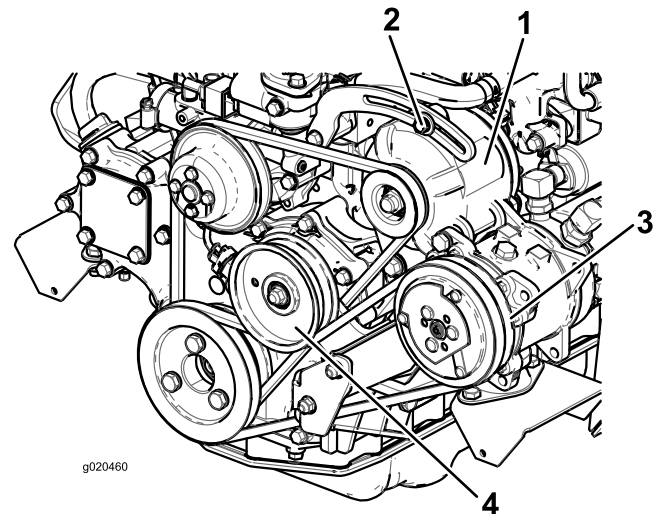

Figure 69
Vérifiez l'état et la tension de la courroie (Figure 69) toutes les 100 heures de fonctionnement.
2. Si vous n'obtenez pas une flèche de 10 mm, desserrez les boulons de fixation de l'alternateur (Figure 69). Augmentez ou diminuez la tension de la courroie et resserrez les boulons. Contrôlez de nouveau la flèche de la courroie pour vérifier si la tension est correcte.
- Si vous n'obtenez pas une flèche de 10 mm, desserrez le boulon de fixation de la poulie de tension (Figure 69). Augmentez ou diminuez la tension de la courroie du compresseur et resserrer le boulon. Contrôlez de nouveau la flèche de la courroie pour vérifier si la tension est correcte.